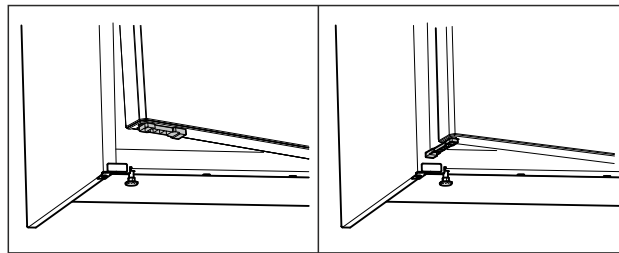

Fig. 68 *
- ▶ Rrotulloni me 90° kufizuesin e hapjes së derës. (shihni Fig. 68) *